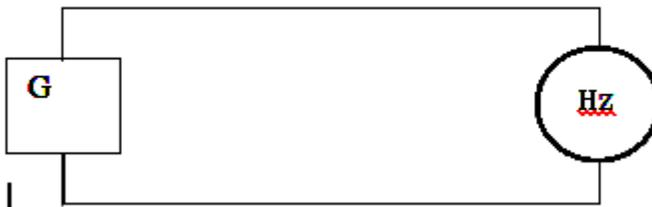

Рис. 6.1. Схема измерения частоты и периода сигнала
- 6.9. Схема измерений (рис. 6.1).
6.22. Для измерения используйте схему рисунок 6.1.
6.30. Для измерений используйте схему рисунок 6.1.